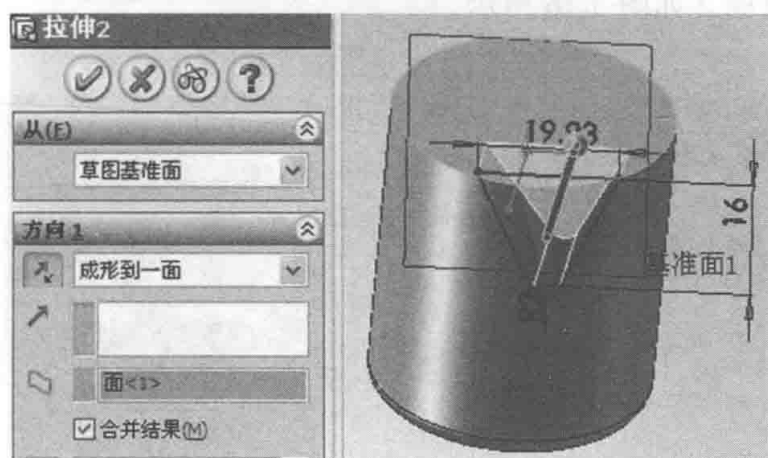

图 3-13 凸台拉伸草图 3
- 点击特征栏的“凸台拉伸”命令，拉伸草图 3，如图 3-13 所示。